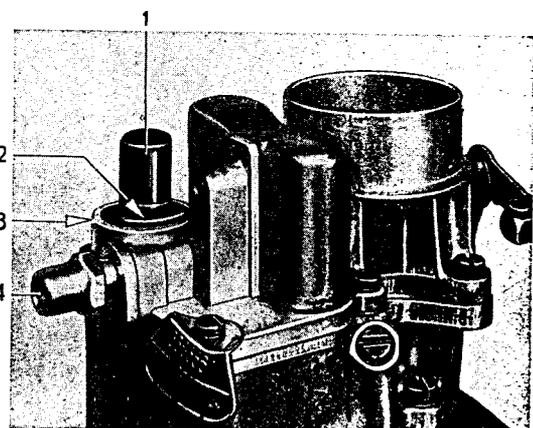

Bild 23 - Vergaser-Reinigungshilfswerkzeug S-1179 aufgesetzt
2. Vergaser - Reinigungshilfswerkzeug S-1179 (23/1 und /2) auf Rohrzapfen im Abscheideraum (23/3) nach Bild 23 aufsetzen, um Zu- und Ablaufbohrung abzudecken.